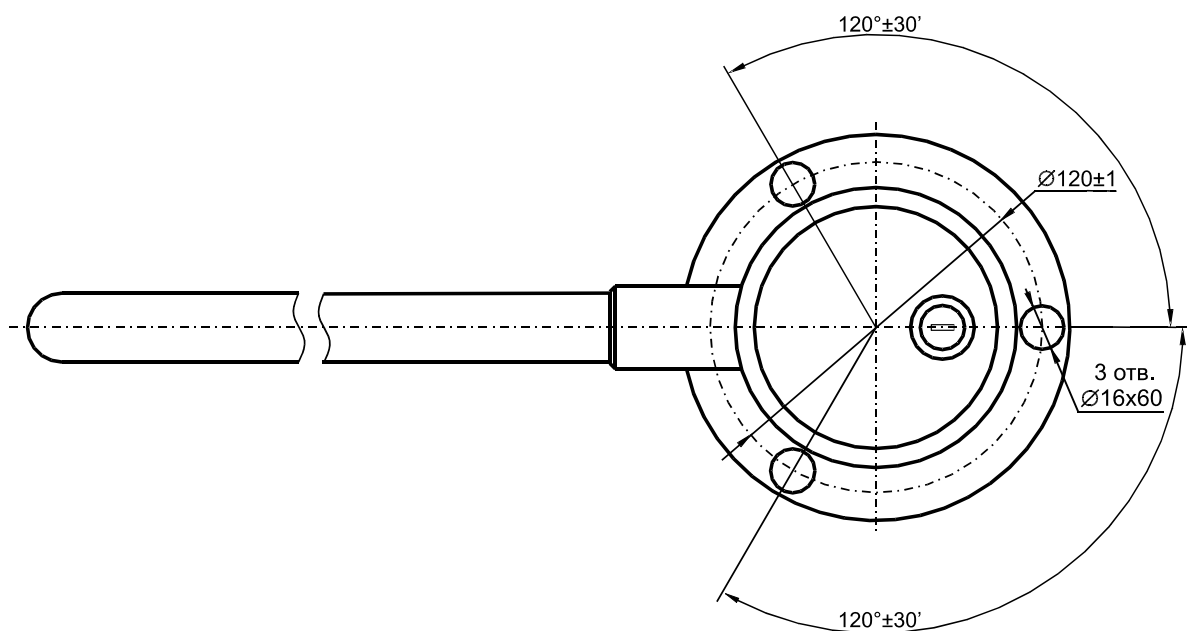

Рисунок 5 - Схема разметки для монтажа калитки
- разметку установочных отверстий следует производить строго по прилагаемой схеме (см. рис. 5)
Выполните на полу разметку для монтажа калитки в соответствии с рис. 5 и разметку кабельных каналов для прокладки кабеля управления (10), кабеля питания (11). Подготовьте в полу кабельный канал и отверстия для анкеров PFG IH 10 для крепления стойки калитки. Вставьте гильзы анкеров на всю глубину подготовленных отверстий. К стойке калитке от блока управления подведите по кабельному каналу кабель управления (10) и кабель питания (11).
ления и кабель питания. После подключения разъемов установите блок кабельных разъемов (16) в стойку с фланцем (2) на высоту, обеспечивающую дальнейший монтаж. Установите стойку калитки фланцем на гильзы анкеров (см. рис. 5).